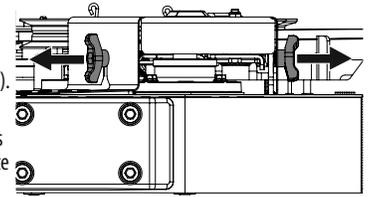

Figura 46
2. Retire los tornillos mariposa hexagonales que sujetan las cubiertas de las correas a la plataforma. Consulte la Figura 46.